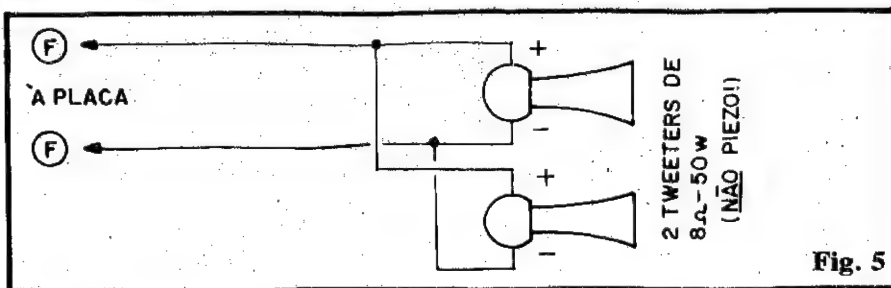

Fig. 5
- FIG. 5 - SEGUNDA OPÇÃO PARA O TRANSDUTOR - Pode acontecer do caro Leitor/Hobbysta encontrar alguma dificuldade na obtenção do projetor de som específico, à prova d'água, com a impedância de 4 ohms, indicado no decorrer do presente artigo... Não é caso para "desespero"! Dois bons **tweeters** (magnéticos, não piezo...), com impedância de 8 ohms, devidamente **paralelados** (atenção ao "casamento" de fase, notando a indicação das "polaridades" dos terminais, mostradas na figura...), determinarão a impedância final de 4 ohms, requerida, além de permitir uma ex-